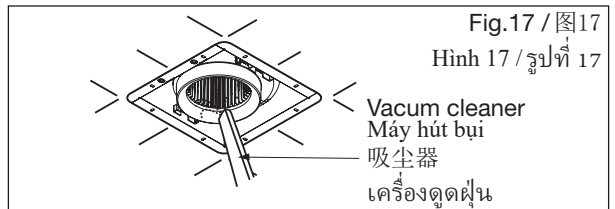

Fig.17 / 图17
- ③ Clean the dirt of blades with vacuum cleaner. (Fig.17)
使用吸尘器清除扇叶上的污物 (图17)。